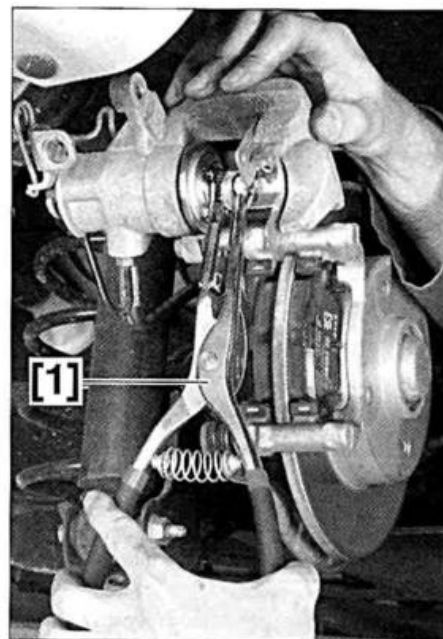

FIG. 10
- empujar hacia atrás el pistón de freno trasero haciéndolo girar en el sentido horario con el útil [1] (fig. 10).